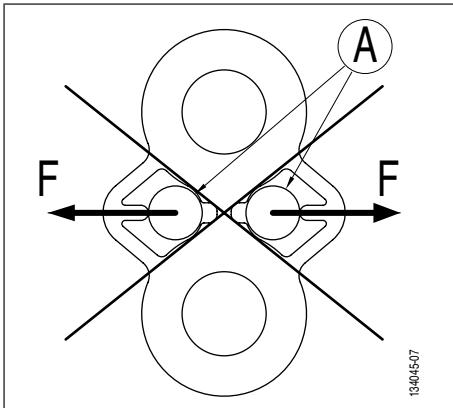

Fig. 5
DANGER: Il est strictement interdit d'accrocher les axes de manille aux bras de retenue (Fig. 5, page 12).
2. Vérifier que la plaquette de test à rupture TA est correctement amarrée (*Fig. 2, page 11 et Fig. 5, page 12*).